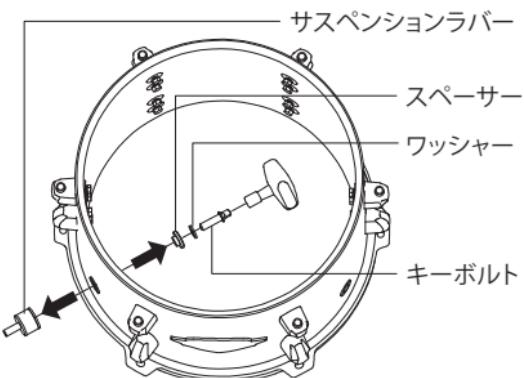

図3
- サスペンションラバーを手で押さえ、チューニングキーを使ってシェル内側のキーボルトをゆるめ取り、ワッシャー、スペーサー、サスペンションラバーと共に取り外します(図3)。